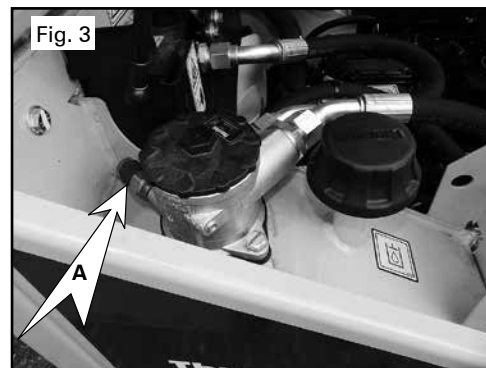

Fig. 3
- Compruebe el indicador del filtro de aceite hidráulico (Fig 3, A).